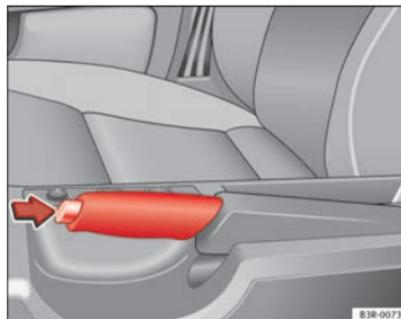

Fig. 138 Pormenor da consola central: Travão de mão accionado
- Puxe ligeiramente a alavanca do travão de mão e prima ao mesmo tempo o botão de bloqueio ⇒ Fig. 138 (seta).